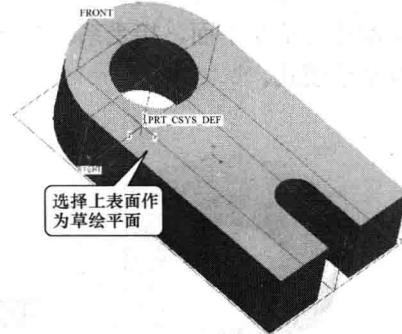

图 1-31 创建的拉伸特征
(1) 新建一个文件名为“EX01-01b”的零件文件。
(2) 创建厚度为“1”的底板。创建厚度为“1”的底板，同拉伸增加材料方法的步骤(2)，只是将该特征的拉伸深度值由 0.5 改为 1，结果如图 1-31 所示。